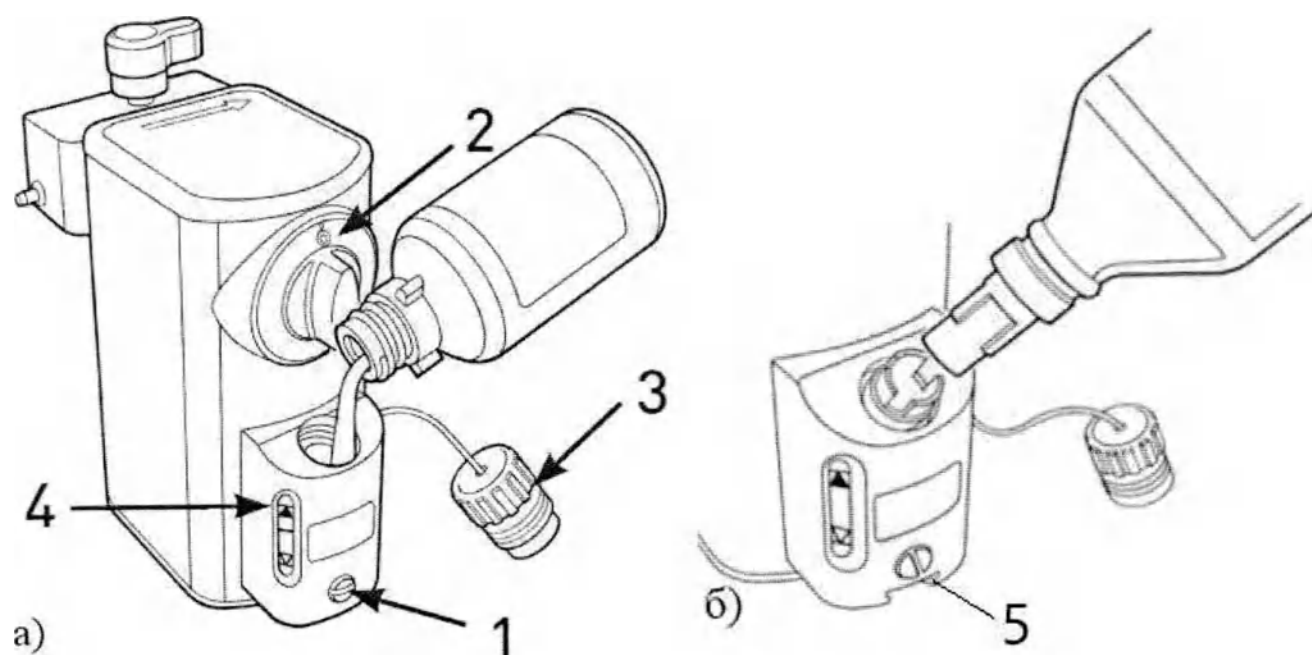

Рисунок 23 – Наполнение испарителя анестетика
- Перед наполнением испарителя убедитесь, что винт, закрывающий сливное отверстие, хорошо затянут (см. рис. 23).
3 Откройте флакон с анестетиком и аккуратно залейте анестетик в отверстие испарителя (см. рис. 23), следя за шкалой уровня анестетика. Когда уровень анестетика достигнет верхней отметки шкалы, прекратите наполнение испарителя.
2 Поместите флакон для соответствующего анестетика под сливное отверстие 1 (см. рис. 23) и ослабьте закрывающий его винт как минимум на три оборота.
3 Снимите крышку отверстия для заливки анестетика и вставьте в отверстие носик флакона с анестетиком (см. рис. 23). Поверните флакон таким образом, чтобы выступы носика флакона совпали с пазами отверстия для заливки анестетика.
3 Вставьте сливную воронку в сливной паз испарителя (см. рис. 23) до упора и открутите винт сливного отверстия. Дайте жидкости полностью стечь во флакон и хорошо закрутите винт. Извлеките воронку из сливного паза.